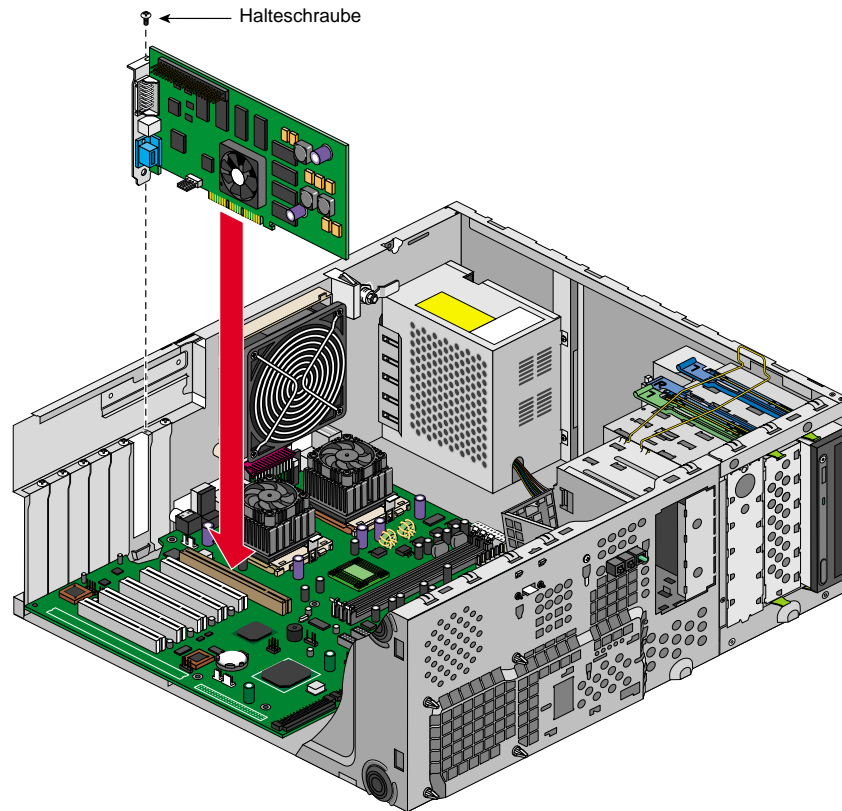

Abbildung 2-20 Installieren einer Erweiterungskarte
3. Setzen Sie die Erweiterungskarte in den Steckplatz ein, und drücken Sie die Karte in den Anschluss, bis sie richtig sitzt. Abbildung 2-20 veranschaulicht das Vorgehen.
4. Ziehen Sie die Halteschraube wie in Abbildung 2-20 gezeigt an.